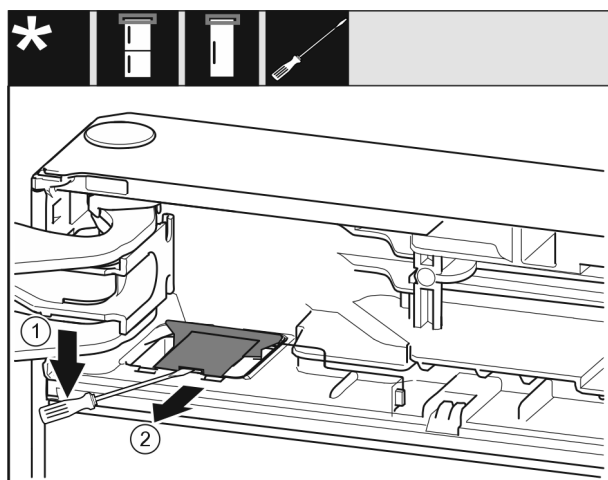

Fig. 13
- Wycześcić osłonę Fig. 13 (1) śrubokrętem.
- Wyjąć osłonę Fig. 13 (2).